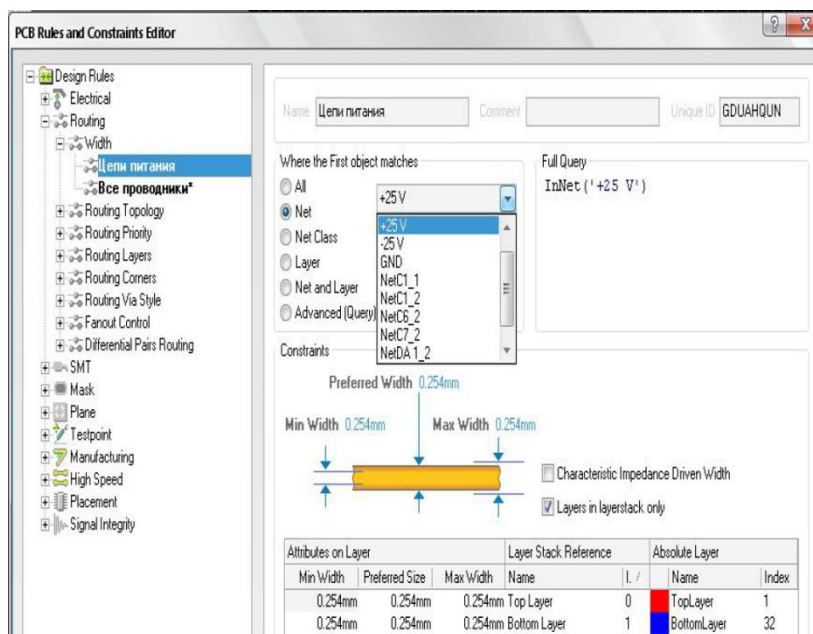

Рис. 6 Настройка нового класса проводников
12. Щелкнуть левой кнопкой манипулятора «мышь» на этом правиле, чтобы войти в режим его редактирования (рис. 6).